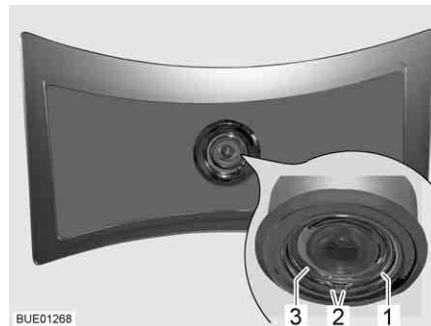

Fig. 200 Plafonnier
- Presser la rondelle élastique (Fig. 200,1) par ses deux extrémités (Fig. 200,2) et la retirer.
- Extraire le boîtier (Fig. 200,3) avec la DEL de la lampe.